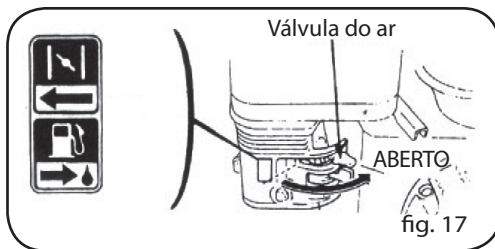

fig. 17
1. Pré-aquecer o motor e posicionar a alavanca do ar na posição "ABERTO" (Fig.17).